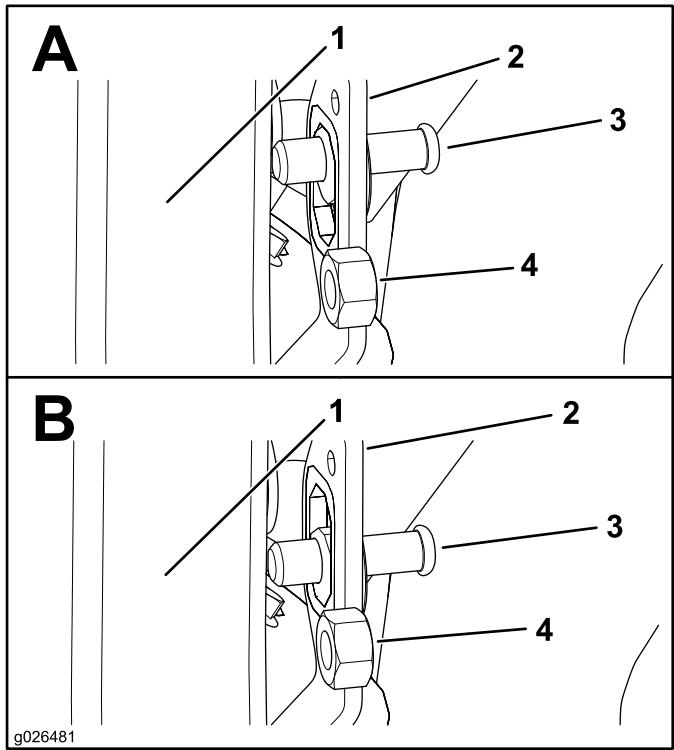

Bild 8
1. Zentrieren Sie den Arretierbolzen in der Befestigungshalterung für den Arretierbolzen auf der Schiene (Bild 8).
| 4. Ziehen Sie die Sechskantmutter (7/16") an, wenn der Arretierbolzen 1,9 cm bis 2,2 cm erreicht, wie in Bild 8 abgebildet. | |